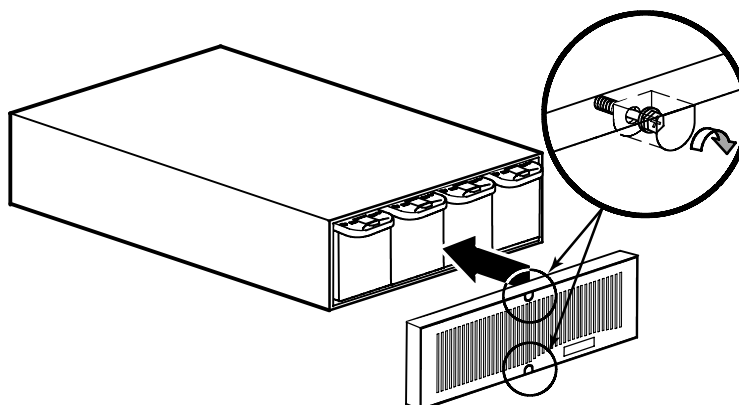

Рисунок 43. Установка передней крышки ЕВМ
6. Вставьте переднюю крышку ЕВМ и затяните два винта (см. рис. 43).